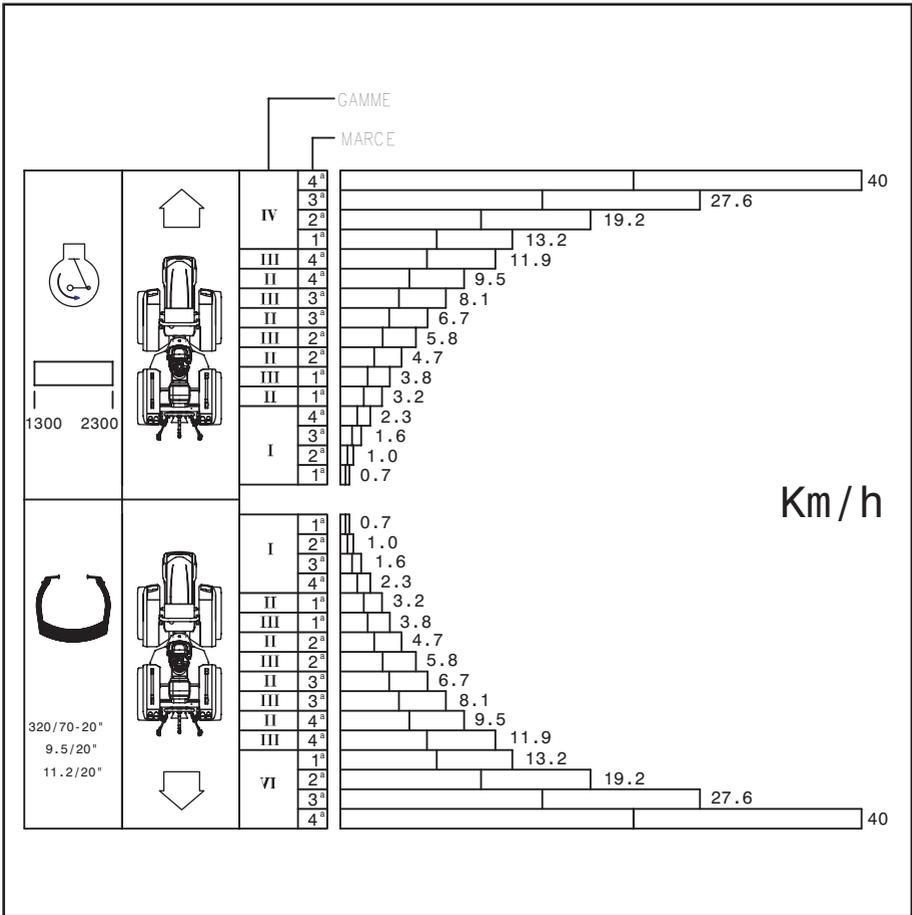
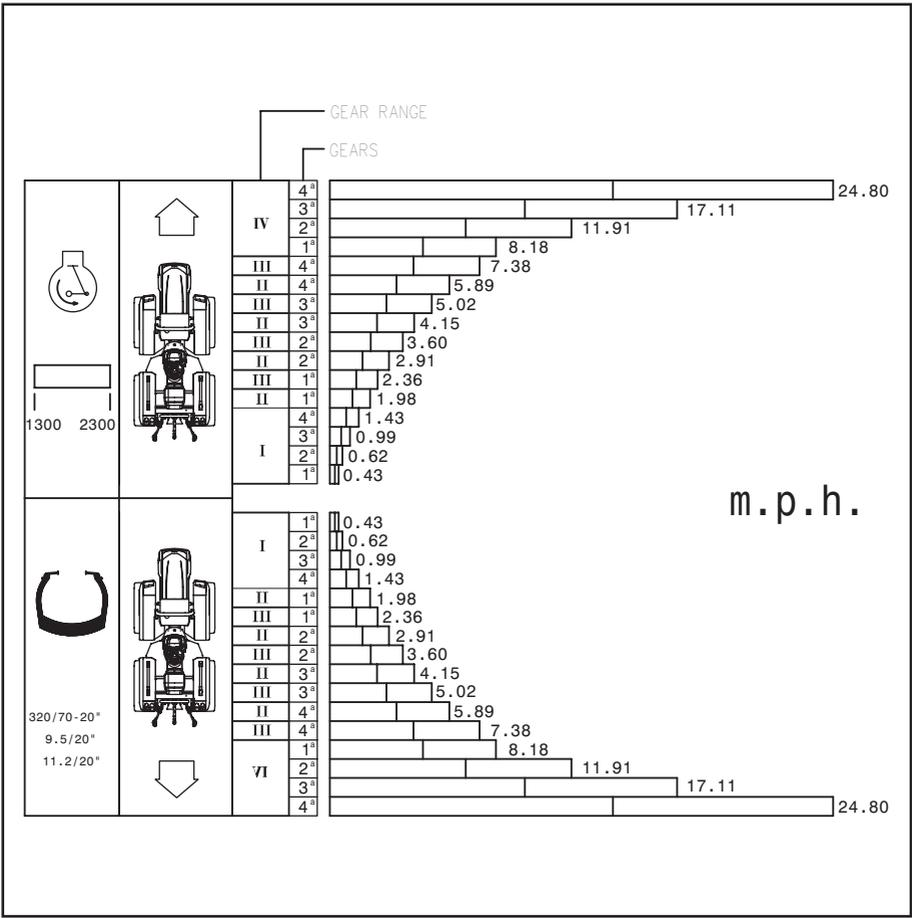

Fig. 5.23
Fig. 5.24
La décalcomanie (123) située juste sous le volant sur le côté droit indique la progression parfaite des rapports sans aucune superposition des vitesses aussi bien en marche arrière qu'en marche avant, avec les pneus indiqués et à un régime de tours moteur entre 1300 et 2300 tours/minute (Fig. 5.23 et Fig. 5.24).